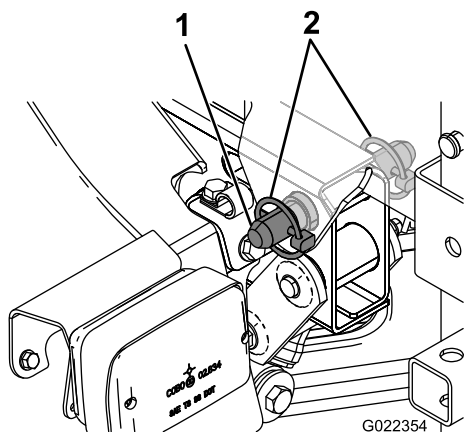

Figura 10
- Alinee los orificios en las pestañas de giro en la parte trasera del conjunto del patín del depósito con los orificios del tubo de giro de la plataforma, en el extremo del bastidor del vehículo (Figura 10).
6. Instale un pasador cónico y 2 pasadores de seguridad en la pestaña de giro para sujetar el conjunto del depósito al bastidor (Figura 10).